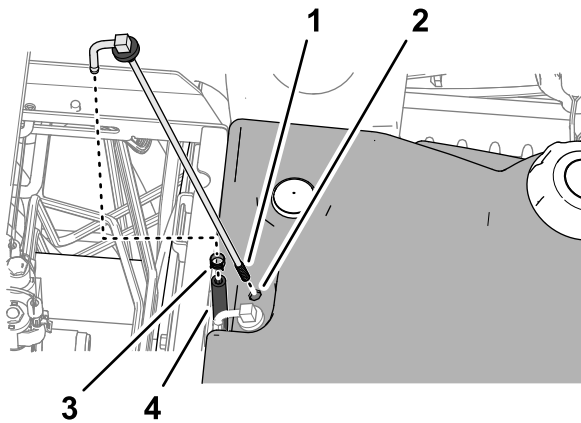

Figure 84
3. Retirez le collier qui fixe le flexible sur le tube d'admission de carburant (Figure 84).
5. Nettoyez la crépine au bout du tube d'admission de carburant (Figure 84).